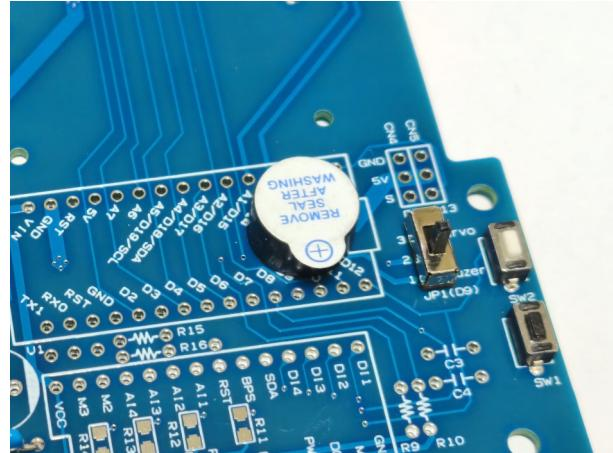

図2-9
8. リファレンス番号【BZ1】にパーツNo.8「回路内蔵ブザー」を図2-9のように差し込む。「回路内蔵ブザー」には極性があるため、パーツの「+」と基板の「+」を合わせるようにしてはんだ付け(図2-9)。